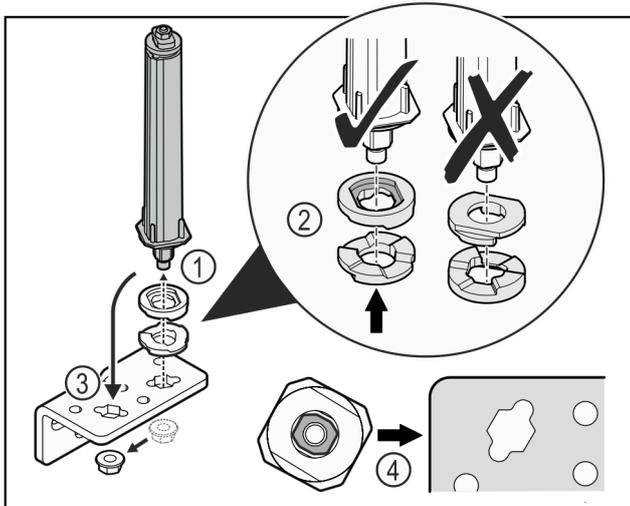

Fig. 38
- u Mutter lösen und Türschließsystem entfernen Fig. 38 (1).
- u Auf die korrekte Ausrichtung der Höhenverstelleisbeiben achten Fig. 38 (2).
- u Türschließsystem im Scharnierwinkel umsetzen und mit der Mutter fixieren Fig. 38 (3).
- u Beim Einsetzen auf die korrekte Ausrichtung des Türschließsystems achten Fig. 38 (4).